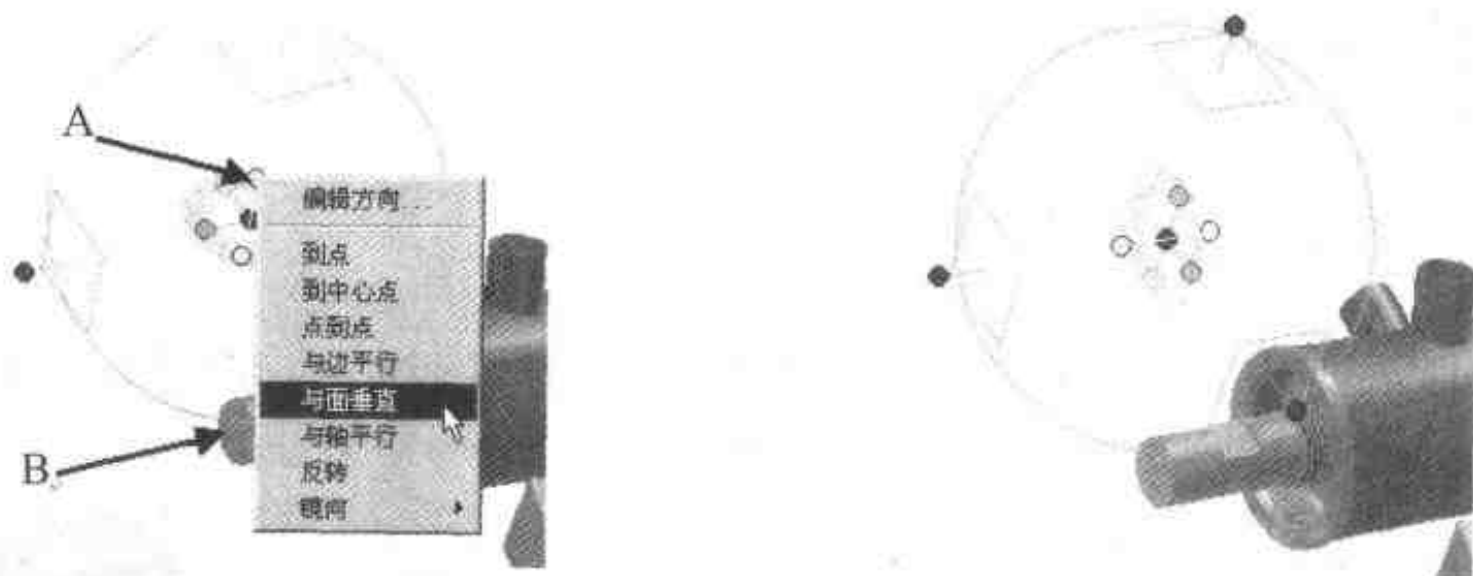

图 3.8 定向滚珠
- (2) 右击如图 3.8 所示的定向手柄(A), 出现一条黄色的轴线, 并在弹出的快捷菜单中选择【与面垂直】命令。接着单击中轴杆的左端面(B), 结果如图 3.8 右图所示。